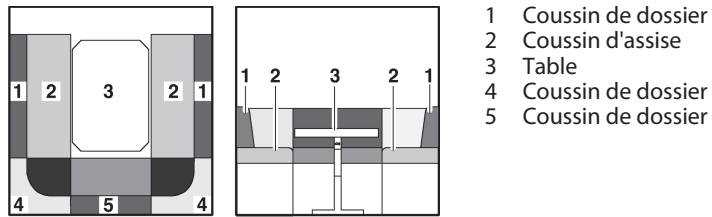

Fig. 150 Avant la transformation
- Convertir la table (Fig. 150,3) en sommier de lit (voir paragraphe 7.9).